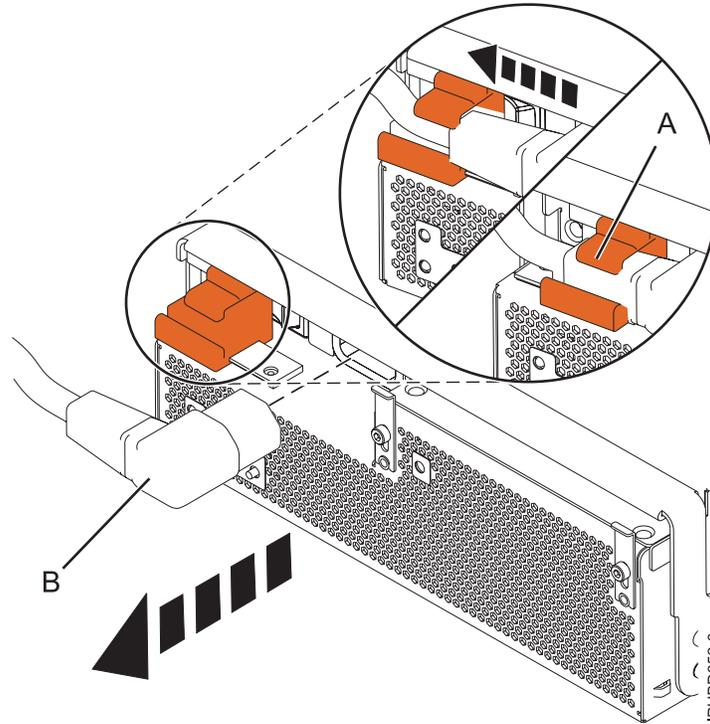

Figure 58. Déconnexion du câble d'alimentation de l'avant d'une unité d'extension
8. Pour l'alimentation électrique que vous voulez retirer, faites glisser le support de câble en position ouverte (**A**) puis débranchez le câble d'alimentation (**B**) comme illustré à la figure 58, à la page 75. En déplaçant le support en position ouverte, vous mettez le système hors tension.